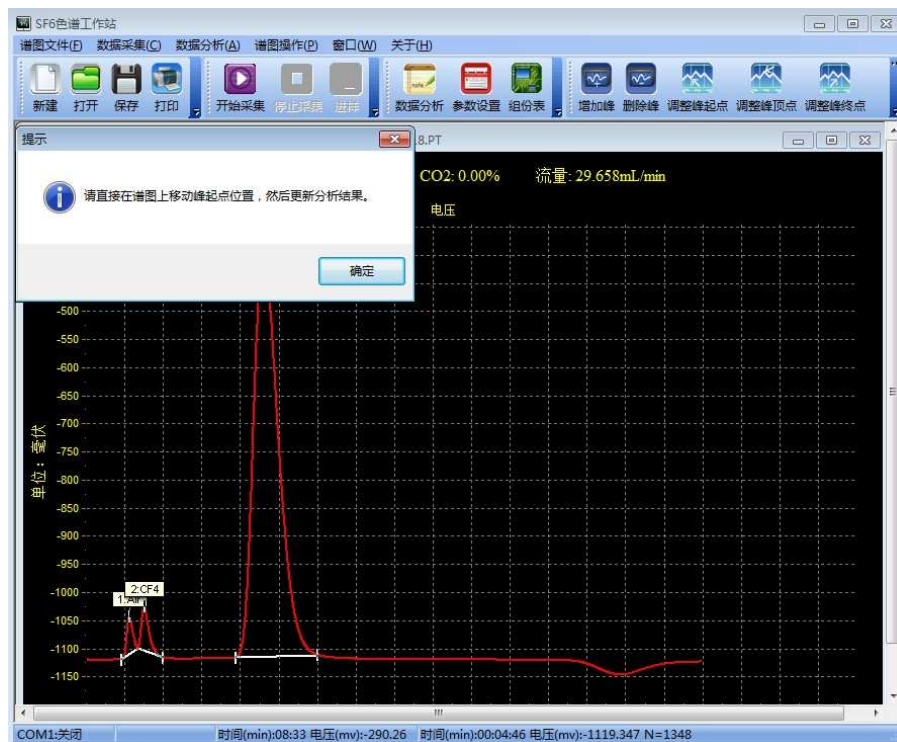

图 7-17 调整峰起点
4. (1)点击【调整峰起点】的按钮，会弹出如图 7-17 中的提示窗口，提示用户直接在谱图上移动峰起点位置，然后更新分析结果，点击【确定】。那么用户直接在谱图上移动峰起点位置，然后更新分析结果即可。